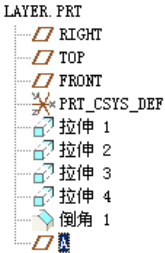

图 9.1.13 模型树
Step6. 创建新层 BENCHMARK。在层的操作界面中，选择 ➔ 新建层(N)... 命令，将层名改为 BENCHMARK。选择 ➔ 模型树(M)，在模型树中将基准 A 添加到该层中，如图 9.1.13 所示。